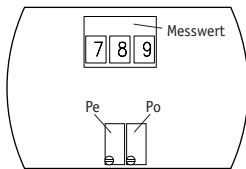

Abb. 6: Elektrischer Anschluss
- Litzen an den Klemmen des Gerätes anschließen (Abb. 6).
Der Messwandler ist bei Auslieferung auf Standardwerte 4mA für die Anfangs- (Po) und 20mA für die Endstellungen (Pe) des Potentiometers abgeglichen. Durch zwei Trimpotentiometer Po und Pe (siehe Abb. 6) können diese Werte an die